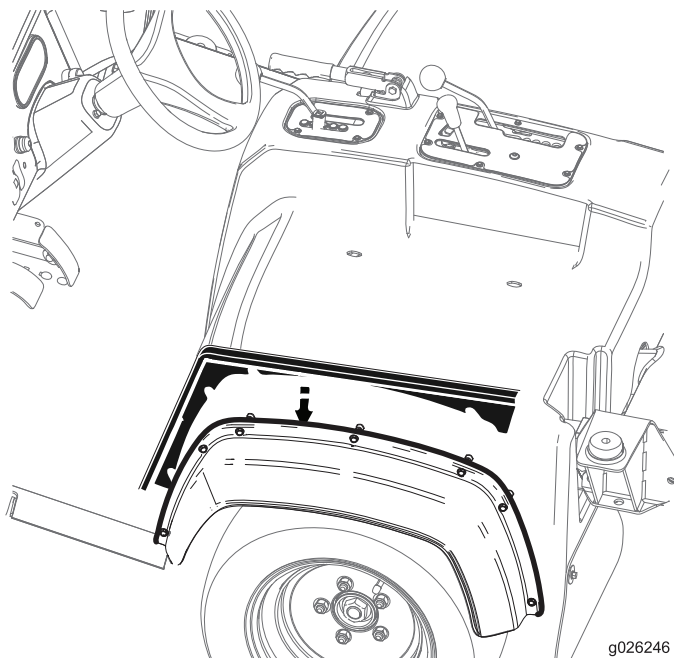

図 24
2. 図 24に示すように、座席シュラウドとサイドフェンダとの間にサイドプレートパネルを入れる。